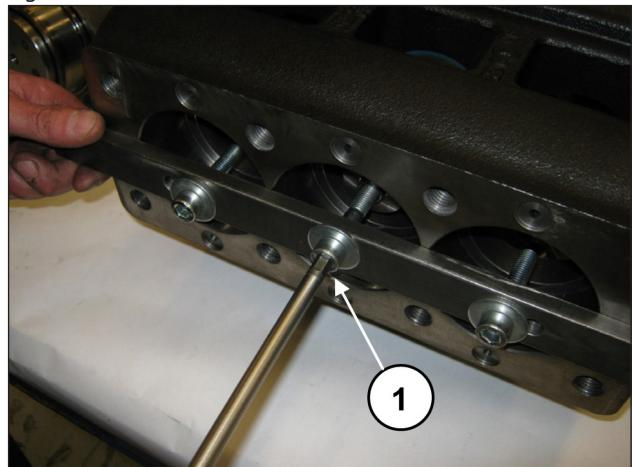
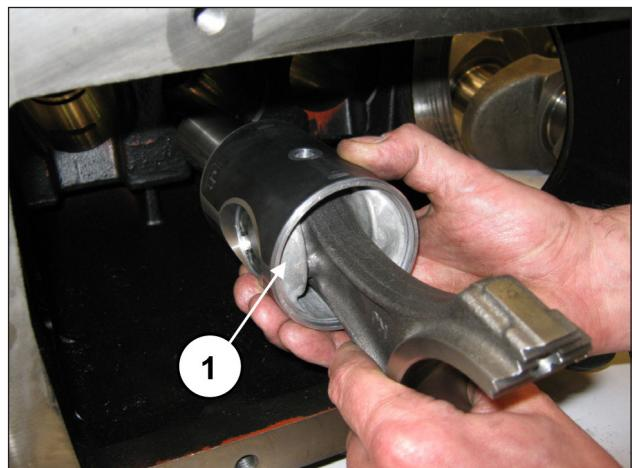

Fig. 32
Fig. 33
Dévisser les vis de l'outil réf. 27566200 pour débloquer les bielles (rep. ①, Fig. 32) puis dégager les ensembles bielle-guide de piston par l'ouverture arrière du carter (rep. ①, Fig. 33).
Après s'être assuré que le carter est propre, insérer l'ensemble demi-bielle/guide de piston dans les tiges du carter (rep. ①, Fig. 33).
Bloquer les trois groupes à l'aide de l'outil réf. 27566200 (rep. ①, Fig. 32).
Déposer l'outil de blocage des bielles réf. 27566200 (rep. ①, Fig. 32).